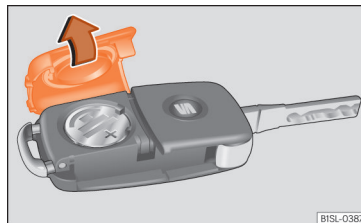

Abb. 87 Fahrzeugschlüssel: Batteriefachdeckel
- Abdeckung auf der Rückseite des Fahrzeugschlüssels »» **Abb. 87** in Pfeilrichtung abnehmen »» ❶.
- Abdeckung wie gezeigt ansetzen »» **Abb. 87** und entgegen der Pfeilrichtung auf das Fahrzeugschlüsselgehäuse drücken, bis sie einrastet.
❶ VORSICHT